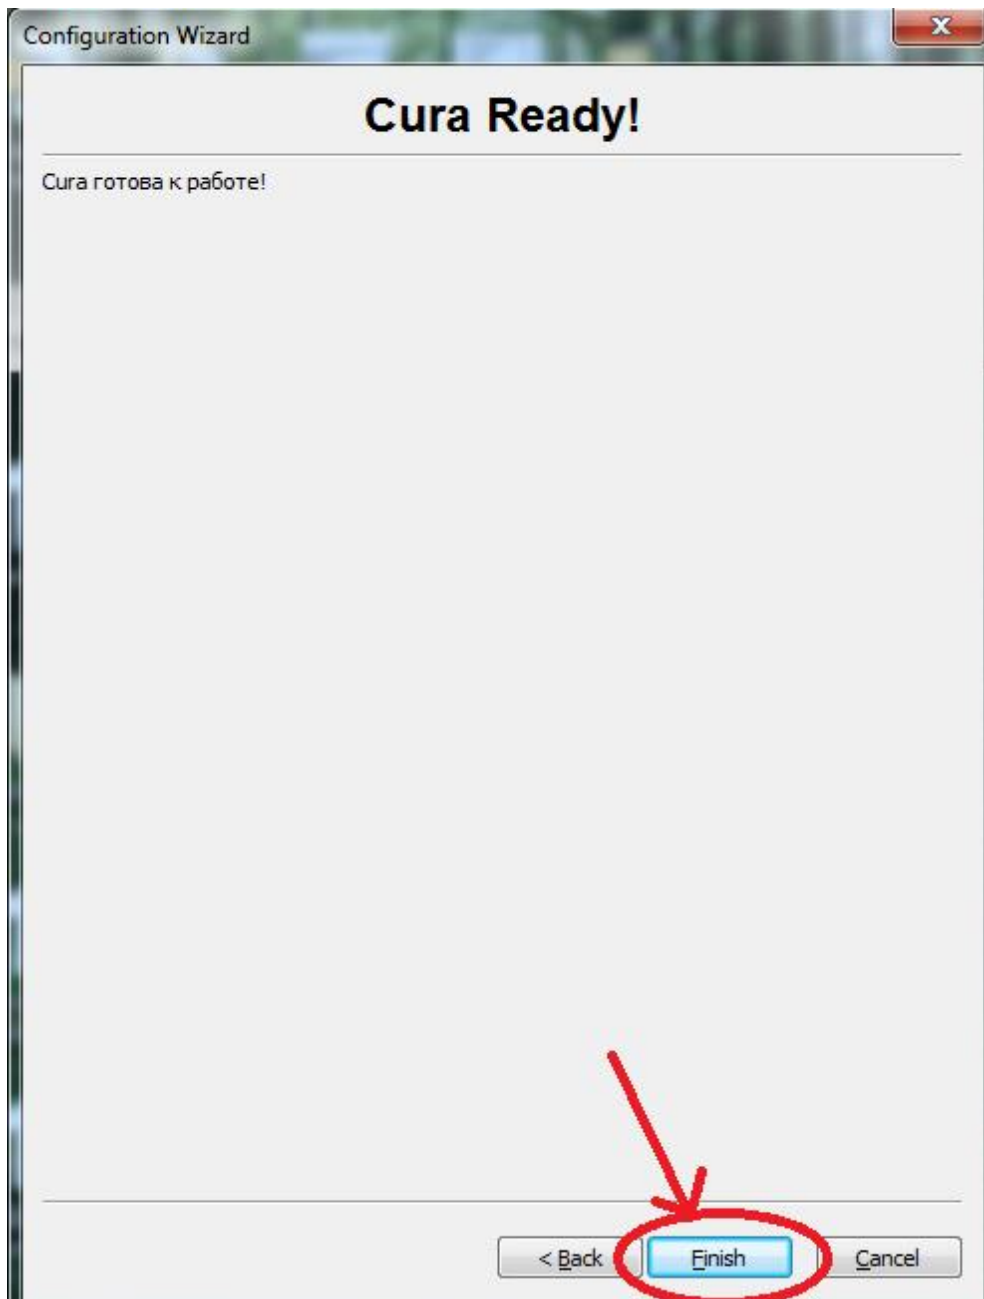

Рисунок 20. «Cura» готова к работе
19) Когда появится надпись «CURA готова к работе» нажмите кнопку «Finish», рисунок 20